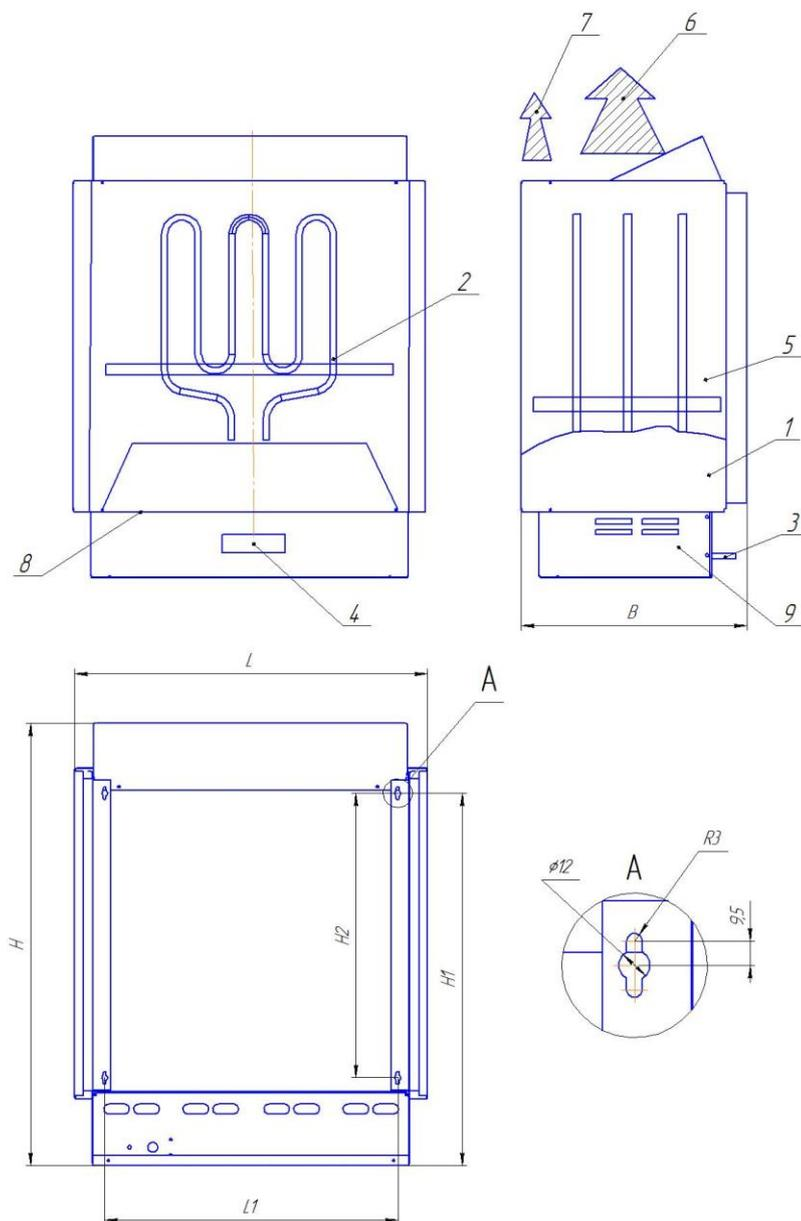

Рис.1 Электрокаменка серии ЭК. Устройство и габаритные размеры.
4.1 Электрокаменка рис.1 состоит из корпуса поз.5 с трубчатыми электронагревателями поз.2. В корпус поз.5 вокруг электронагревателей укладываются камни размером 5-10 см до верха корпуса. В нижней части электрокаменки установлена клеммная колодка поз.4, отделенная перегородкой поз.8 от корпуса с камнями. Снаружи корпуса поз.5 устанавливается защитный кожух поз.1. Подлежащий нагреву воздух поднимается вверх двумя потоками: основной поз.6 проходит через каменную засыпку, второй поток поз.7 проходит по зазору между корпусом поз.5 и защитным кожухом поз.1. На задней стенке поддона поз.9 имеется болт заземления поз.3.